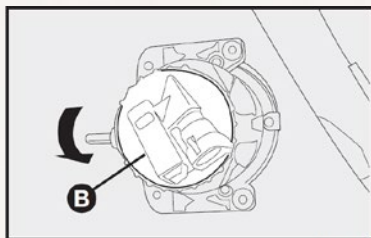

fig. 29
2) Gire la tapa B-fig. 29 a la izquierda (sentido contrario a las manecillas del reloj;